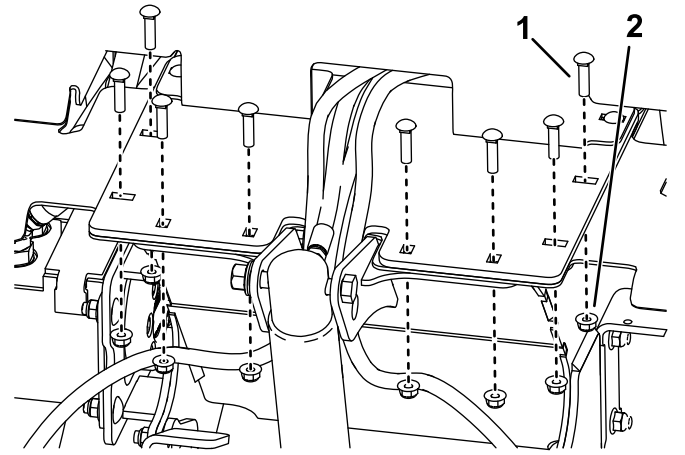

Bild 1
1. Entfernen und bewahren Sie die Befestigungselemente auf, mit denen die Vorderseite der Deckplatte befestigt ist, wie in Bild 1 dargestellt.